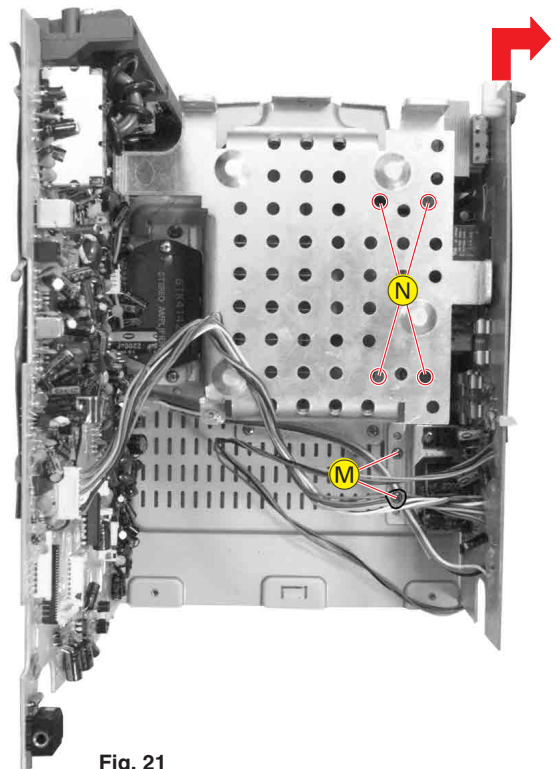

Fig. 21
- 2 Schrauben ⑨ (Fig. 21) herausdrehen.
- 4 Schrauben ⑩ (Fig. 21) herausdrehen.
- Netzteilplatte 2cm nach hinten schieben und zur Seite herausnehmen (Pfeil Fig. 21).
- Undo 2 screws ⑨ (Fig. 21).
- Undo 4 screws ⑩ (Fig. 21).
- Move the mains unit for 2cm to the rear side and remove sideways (arrow Fig. 21).